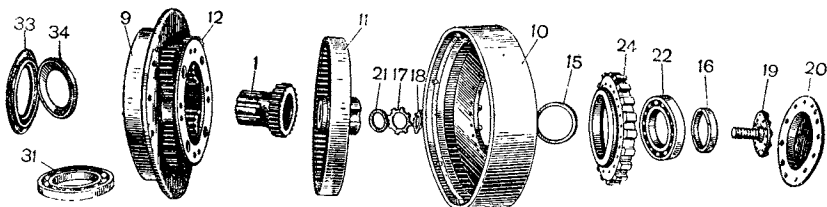

Рис. 169. Детали планетарного ряда. Обозначения деталей те же, что и на рис. 168
**Планетарный ряд** (рис. 169) служит для замедления вращения и увеличения усилия, передаваемого от главного вала коробки передач к ведущему валу бортовой передачи.